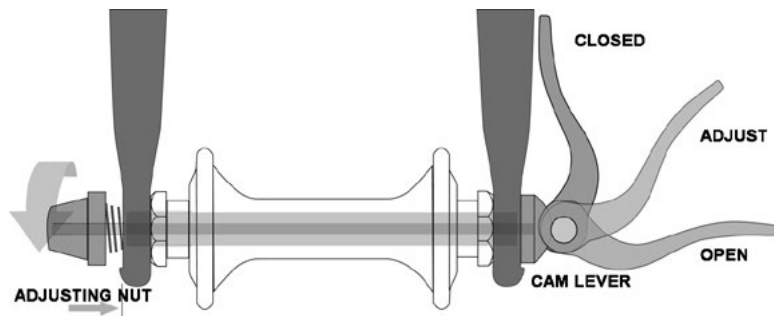
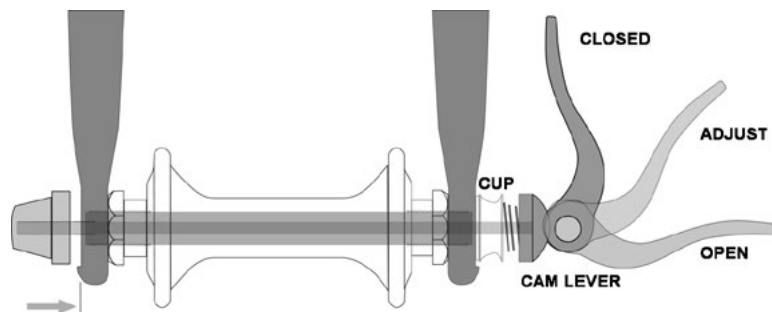

Abb. 16
Abb. 17
1. Eine Hohlachse, durch die eine Welle („Spannwelle“) mit einer einstellbaren Spannmutter an einem Ende und einem Spannhebel am anderen Ende läuft (Abb. 16, 17)
Gegenwärtig gibt es zwei Arten von Klemmvorrichtungen: das traditionelle Schnellspannsystem (Abb. 16) und das Achsmuttersystem (Abb. 17) Beide nutzen eine Klemmwirkung, um das Rad des Fahrrads Festzuklemmen.
Einstellen des Nocken-und-Gehäuse-Mechanismus (Abb. 17)
(1) Wenn Ihr Fahrrad über eine Vorderradbefestigung mit Schnellspannhebel verfügt, bewegen Sie den Hebel aus der Verriegelungsstellung oder Stellung ZU in die Stellung AUF (Abb. 16, 17). Wenn die Vorderradbefestigung Ihres Fahrrades mit einer Durchsteckschraube erfolgte oder es eine Achsmutter hat, lösen Sie die Befestigung(en) mit einigen Umdrehungen im Uhrzeigersinn und mit einem geeigneten Schraubenschlüssel, einem Schlossschlüssel oder dem integrierten Hebel.
(2) Wenn Ihre Vordergabel über eine sekundäre Haltevorrichtung mit Aufklemmung verfügt, lösen Sie diese. Wenn Ihre Vordergabel über eine integrierte sekundäre Haltevorrichtung und ein traditionelles Achsmuttersystem (Abb. 16) verfügt, lockern Sie die Spannungseinstellmutter weit genug, um das Rad aus den Auslassungen entfernen zu können. Wenn Ihr Vorderrad ein Achsmuttersystem verwendet (Abb. 17), drücken Sie das Gehäuse und den Hebel zusammen, während Sie das Rad abnehmen. Bei dem Achsmuttersystem muss kein Teil gedreht werden.
(1) Wenn Ihr Fahrrad über eine Vorderradbefestigung mit Achsmuttersystem verfügt, bewegen Sie den Hebel vom Rad weg (Abb. 17). Das ist die Stellung AUF. Wenn Ihr Fahrrad über ein Schnellspannachssystem verfügt, gehen Sie weiter zum nächsten Schritt.
(2) Führen Sie das Rad bei nach vorn weisender Gabel so zwischen die Gabelstreben ein, dass die Achse fest oben an den Gabelausfallenden sitzt. Der Hebel, falls vorhanden, sollte sich auf der linken Fahrradseite befinden (Abb. 16, 17). Wenn Ihr Fahrrad eine sekundäre Haltevorrichtung mit Aufklemmung hat, schließen Sie sie an.
(3) Wenn Sie ein herkömmliches Achsmuttersystem haben: Halten Sie den Maulschlüssel mit der rechten Hand in der EINSTELLUNGS-Position, ziehen Sie die Spannungseinstellmutter mit der linken Hand fest, bis sie fest am Gabelausfallenden anliegt (Abb. 16). Wenn Sie ein Schnellspannsystem haben: die Mutter und das Gehäuse (Abb. 17) werden im ausgesparten Bereich der Gabelausfallenden eingerastet sein und es sollte keine Einstellung erforderlich werden.
(4) Während Sie das Rad ganz nach oben in die Aussparungen in den Gabelausfallenden drücken und gleichzeitig die Felge in der Gabel zentrieren
ZU (Abb. 16, 17). Der Hebel sollte jetzt parallel zu den Gabelbeinen sein und zum Rad hin geneigt sein. Um genügend Klemmkraft aufzubringen, sollten Sie mit Ihren Fingern die Gabelbeine fest umfassen, um eine Hebelwirkung zu erzielen, und der Hebel sollte dabei einen deutlichen Abdruck in Ihrer Handfläche hinterlassen.
Einige Fahrräder sind mit einer Sattelklemme ausgestattet. Die Sattelklemme funktioniert genau wie das traditionelle Schnellspannsystem (6.A). Während die Befestigung wie eine lange Schraube mit einem Hebel an einem Ende und einer Mutter am anderen Ende aussieht, verwendet die Befestigung eine überzentrierte Wirkung, um die Sattelstütze sicher festzuklemmen (Abb. 16).